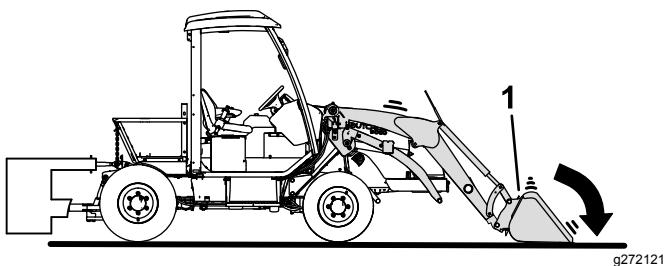

Figura 44
2. Alivie la presión en el enganche de cada brazo de carga girando la pala cargadora ligeramente hacia adelante y bajándolo al suelo (Figura 44).